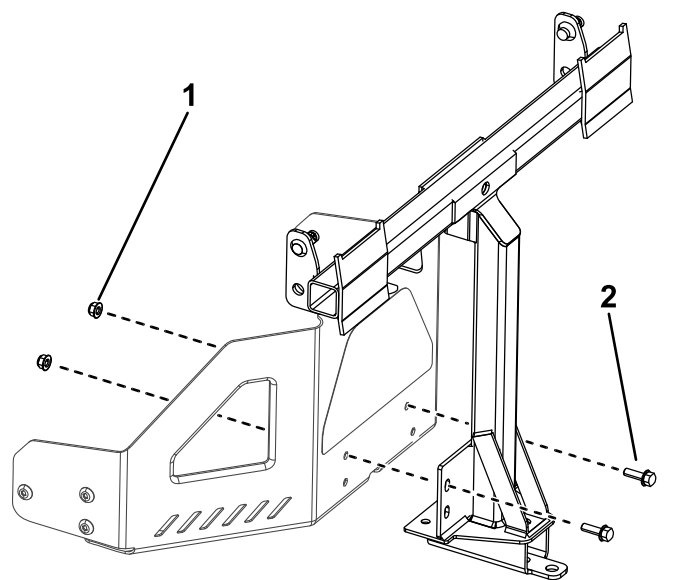

Bild 6
2. Befestigen Sie den Drehrahmen an der Maschine, wie in **Bild 6** abgebildet. Befestigen Sie den Drehrahmen mit zwei Schrauben ($\frac{5}{16}$ " x 1") und zwei Sicherungsmuttern ($\frac{5}{16}$ ") am Maschinenrahmen.